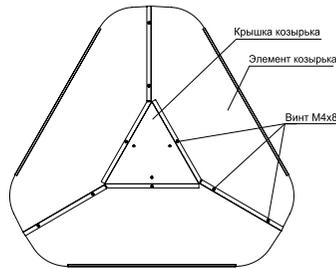

Рис. 15 Сборка козырька
- Соедините элементы козырька между собой, как показано на рис. 15. Винтами из нержавеющей стали М4х8 закрепите соединения. К собранному козырьку прикрепите крышку козырька винтами М4х8.